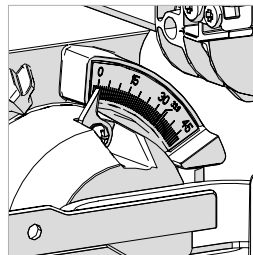

Fig. 47
- Neigen Sie den Schneidkopf in den gewünschten Winkel. Die Einstellung wird durch einen eingearbeiteten Winkelmesser erleichtert. (Abb. 47)